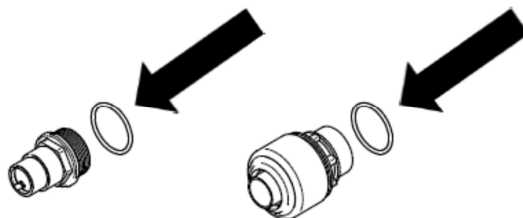

Fig. 26
- ⚠ Colocar las juntas tóricas en los portagoma (Fig. 26).